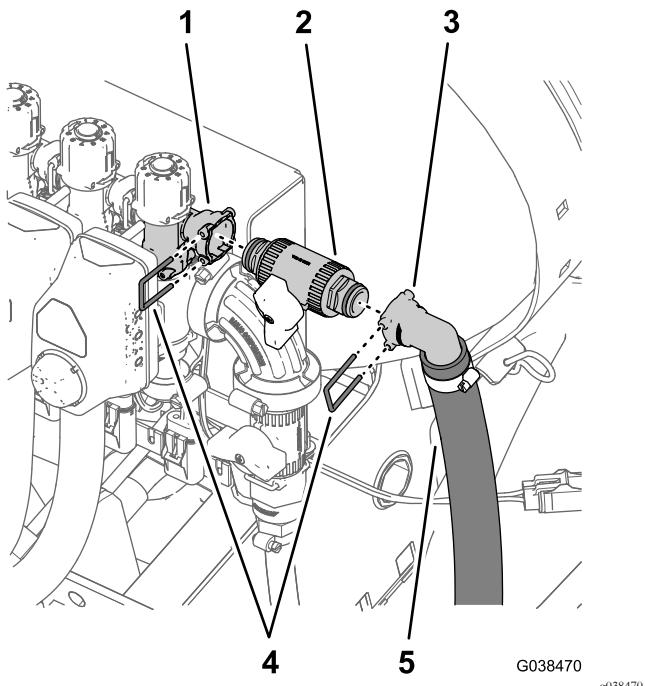

图99
1. 使用在 重新调整喷洒臂段旁通阀 \(页码 34\) 的步骤 1 中卸下的小卡环将旁通切断阀安装到旁通歧管的快速连接插槽内 图99。
注意 确保旁通切断阀的手柄如 图99 所示对齐。
2. 使用随喷洒臂段旁通软管提供的卡环小将喷洒臂段旁通软管 2.5 x 146cm 的 90° 快速连接接头安装到旁通切断阀的快速联轴器上 图99。